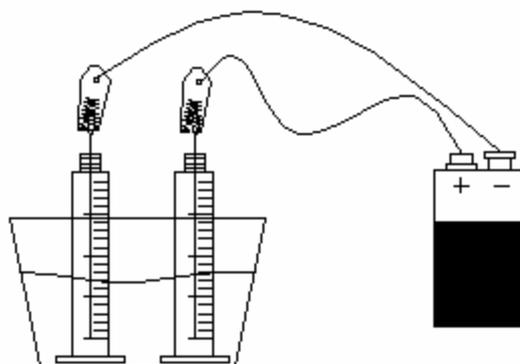

Figura 4
7. Utiliza un par de caimanes para conectar cada electrodo (las agujas que están dentro de las jeringas) a uno de los polos de la fuente de poder (batería de 9 V o convertidor de corriente alterna a directa, conectado a la toma de corriente que suministre un voltaje de entre 3 y 12 V), y permite que pase la corriente eléctrica (Figura 4).